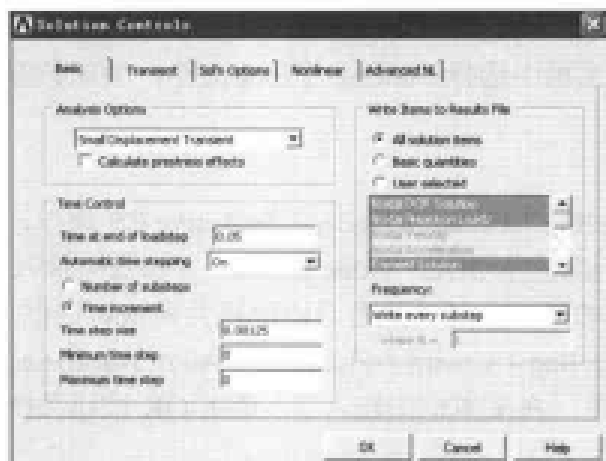
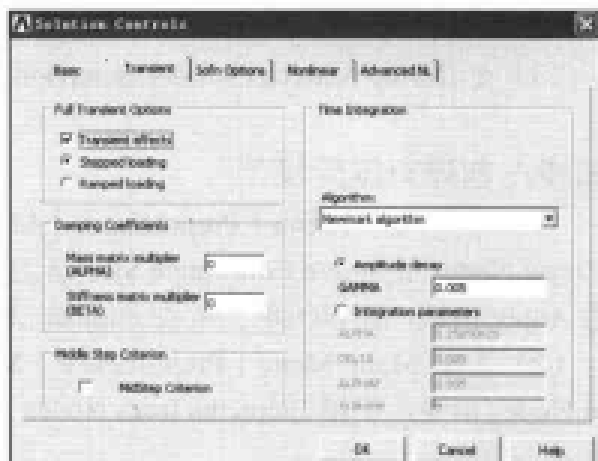

图 10-71 求解控制基本选项设置选项卡
图 10-72 求解控制瞬态选项设置选项卡
(2) 选择 Main Menu | Solution | Analysis Type | Sol'n Controls 命令,出现 Solution Controls 对话框,选择 Basic 选项卡,参照图 10-71 对其进行设置,选择 Transient 选项卡,参照图 10-72 对其进行设置,单击 OK 按钮关闭该对话框。